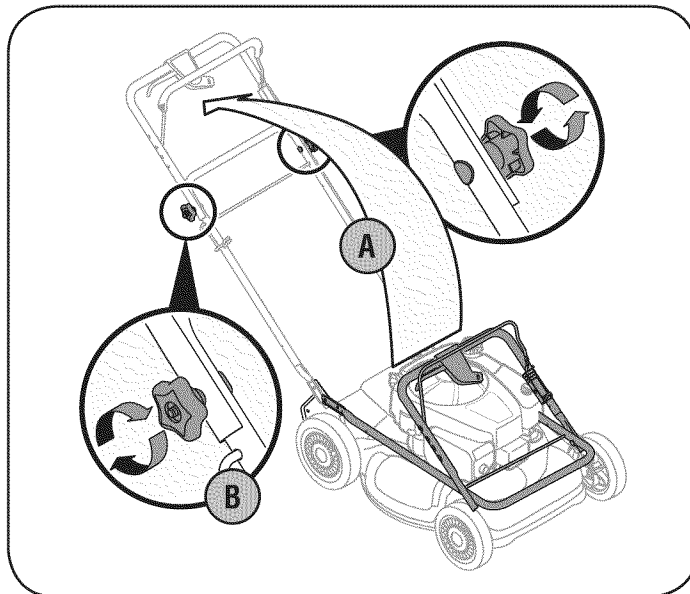

Figura 1
- A. Tire hacia arriba y hacia atrás la manija superior como se muestra en la Figura 1. Asegúrese de que la manija inferior esté asentada firmemente en los soportes de montaje de la manija. Asimismo, no presione los cables mientras levanta la manija.